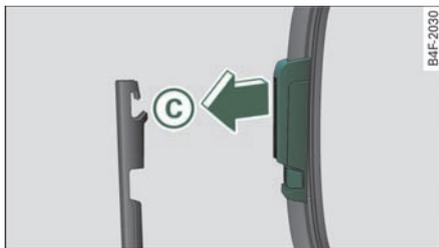

图 59 安装车窗玻璃刮水片
- 将新刮水片放入车窗玻璃刮水器摆臂的固定架 ③ => 图 59, 直到听见刮水器摆臂啮合卡止的声音